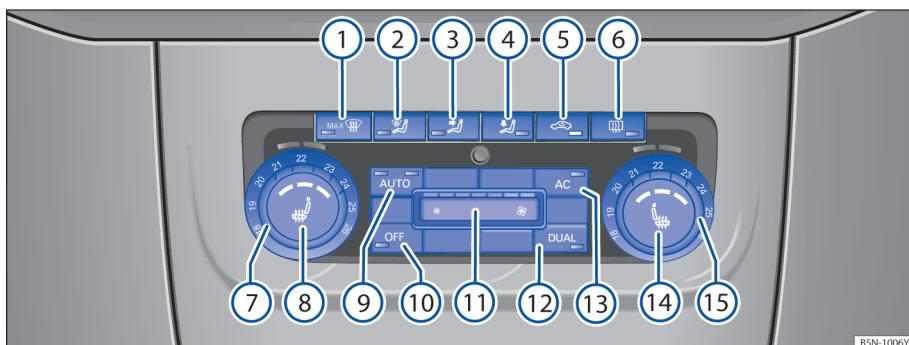

图 161 中控台上：自动空调的操作元件
- 按压按钮  → 图 161 ①，即可打开空气内循环模式。按钮上的指示灯随即亮起。
在空气内循环模式下，如果制冷装置已关闭，则不会对吸入的空气除湿。为了避免挡风玻璃上产生水雾，建议按下按钮  ⑩，打开制冷装置。按钮中的指示灯 → 图 161 灯随即亮起。
- 按压①至⑥中的某个按钮⇒图 161，或者旋转鼓风机档位调节开关⑪即可关闭自动运行模式。按钮[AUTO]中的指示灯随即熄灭。